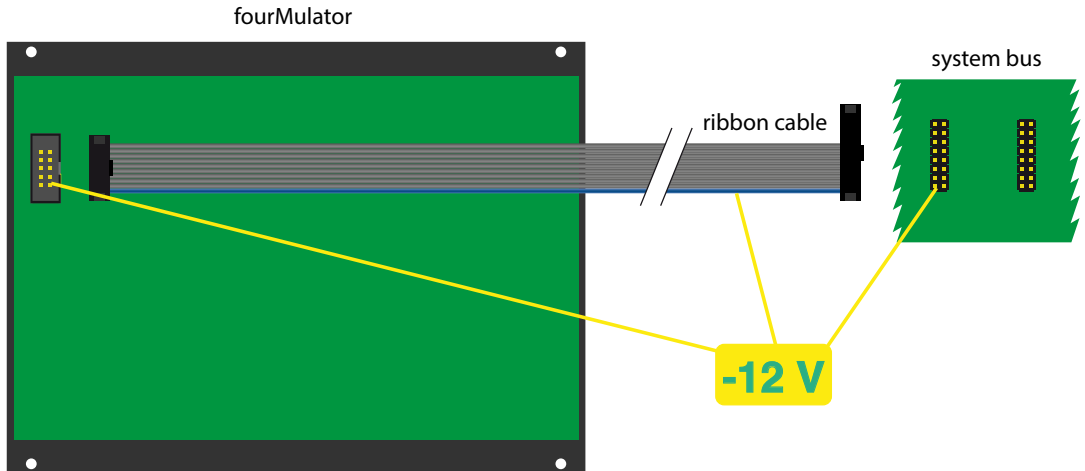

Abbildung 1: Herstellen der Verbindung zwischen fourMulator und dem Systembus
2. Stecke den 10-poligen Pfostenverbinder des mitgelieferten Flachbandkabels auf die dafür vorgesehene Stiftleiste am fourMulator. *(siehe "Abbildung 1: Herstellen der Verbindung zwischen fourMulator und dem Systembus" auf Seite 6)*